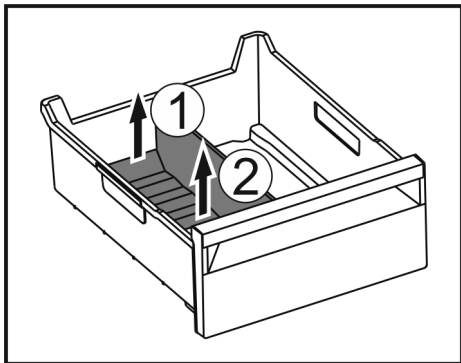

Fig. 112
- Soulever la partie arrière du séparateur de congélateur. Fig. 112 (1)
- Retirer le séparateur de congélateur par le haut. Fig. 112 (2)